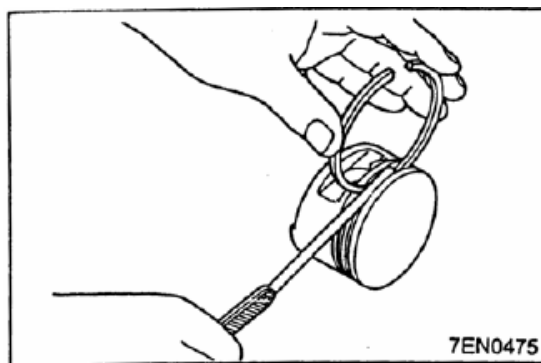

图 5-4
(1) 检查活塞环侧隙。如果此间隙超出规定的极限值, 则应更换活塞环或活塞, 或者两者都更换 (见图 5-4)。